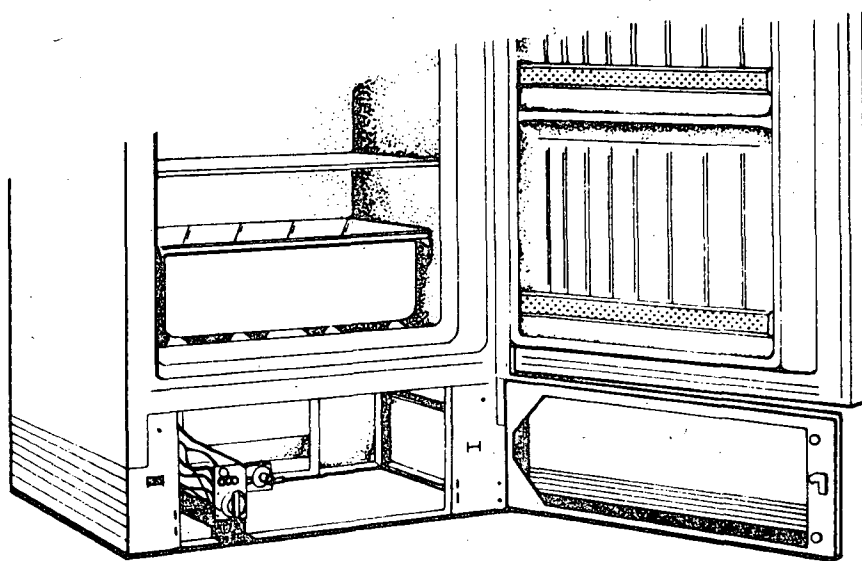

Fig. 3
- 2 Para os refrigeradores que usam combustíveis (figs. 3 e 4), veja instruções do fabricante.